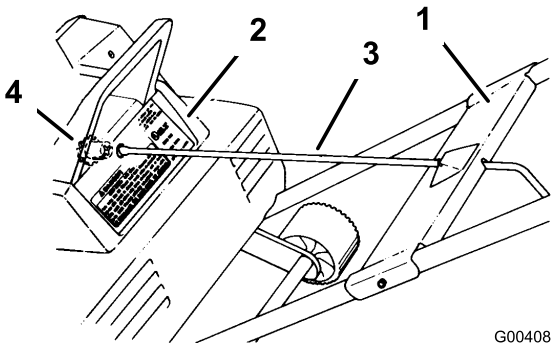
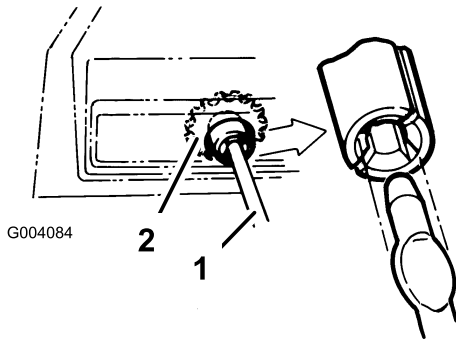

Figura 4
Figura 5
6. Posizionate la piastra di montaggio sopra i tubi (Figura 4).
9. Girate lentamente l'asta della manovella del camino di scarico fin quando l'estremità appiattita non cade nella fessura degli ingranaggi, quindi premete saldamente la manovella del camino di scarico nell'ingranaggio finché non scatta in posizione (Figura 4 e Figura 5).